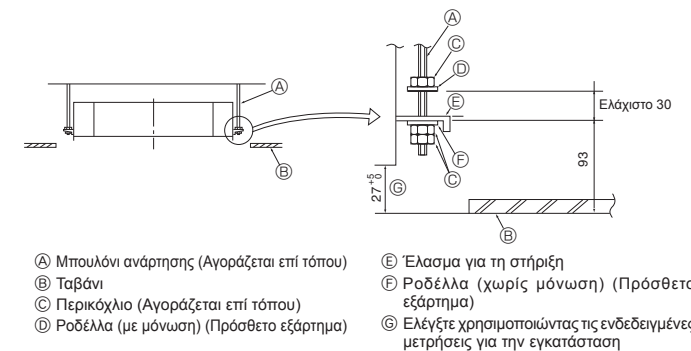

Fig. 4-5
4.5. Τρόπος ανάρτησης της μονάδας (Fig. 4-5)